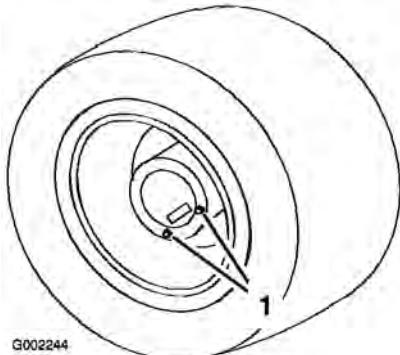

Figure 47
- Placez le pulvérisateur sur une surface plane et horizontale et positionnez les roues arrière pour la vidange, comme illustré (Figure 47).
3. Placez un bac de vidange sous les bouchons de vidange et retirez les bouchons de la roue (Figure 47).